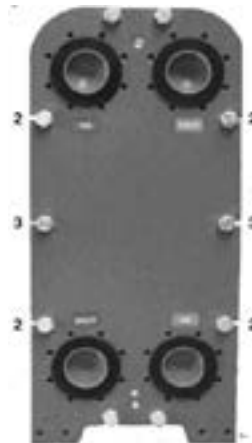

Рис. 10
- Ослаблять стяжные болты равномерно в правильном порядке (см. рис. 10), чтобы прижимная плита двигалась постепенно, без перекосов, параллельно пластинам;
В качестве маркировки можно провести диагональную линию по внешней поверхности, рис. 10а, или последовательно пометить идущие друг за другом пластины.
Рис. 10а
Нанести немного смазки на резьбу стягивающих болтов. Не допускать попадания смазки на прокладки или посадочные места прокладок на пластинах. Мокрые или загрязненные пластины при сжимании могут перекошиться. В этом случае следует разобрать пакет пластин, почистить и высушить все поверхности, входившие в соприкосновение с прокладками. Последовательно и с одинаковым усилием затянуть все болты с соблюдением обратной очередности (см. рисунок 10 на стр. 23). Рекомендуется использовать ключ с трещоткой.